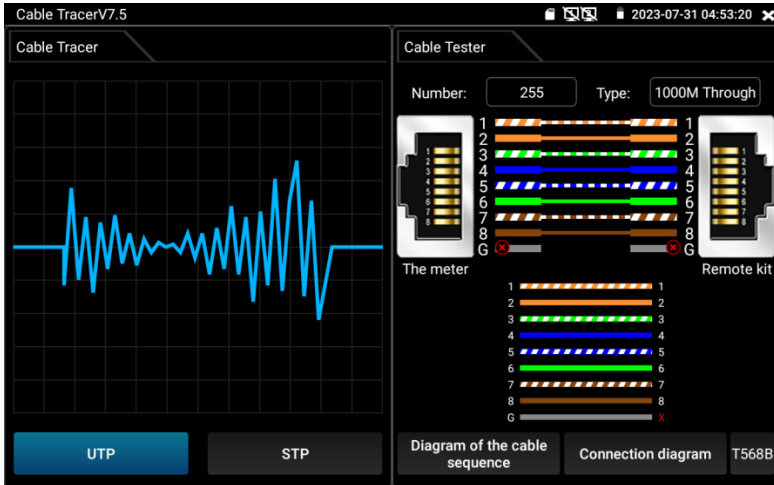

Рис. 143 Интерфейс приложения Cable Tracer в режиме проверки кабеля
- 3) Подключите второй конец кабеля к разъему RJ-45 (4, рис 133) для проверки корректности обжимки и прочих параметров. Тип текущей обжимки и состояние каждой пары в кабеле (есть контакт/нет контакта) будет отображено в правой части приложения в виде цветовой схемы (рис. 143)